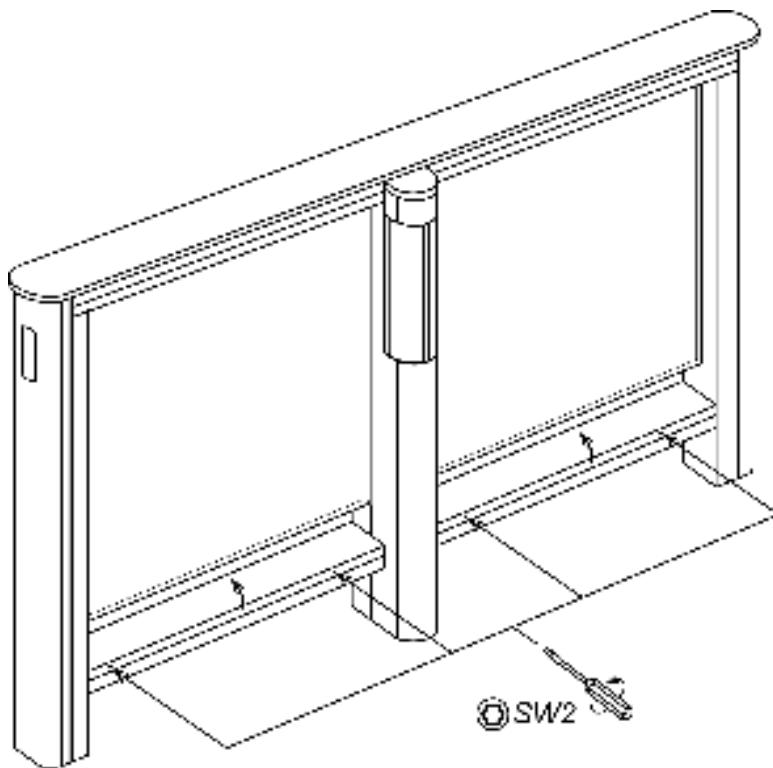

Рисунок 27. Снятие крышки нижнего короба
7. Снимите передние панели (8) обеих боковых стоек.
8. Используя рожковые и торцевые ключи S17, открутите и снимите 6 болтов M10×30 с шайбами, пластиковыми втулками и гайками крепления стекла заполнения (по два – в кронштейнах боковых стоек и два – на центральной стойке) (см. рис. 27, 28).